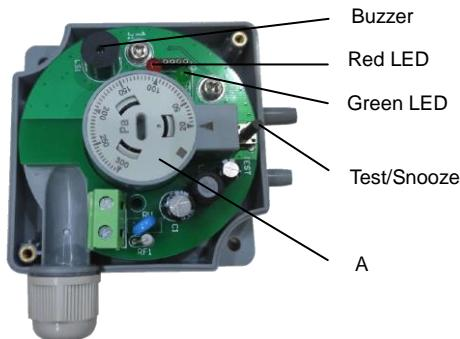

图 5
- 打开上盖，开关示意图如图 5 所示。
需要的压力/压差可通过设定旋钮上的刻度盘(图 5 中 A)获得。仅需要用一字螺丝刀旋转刻度盘到指针所示位置即可。